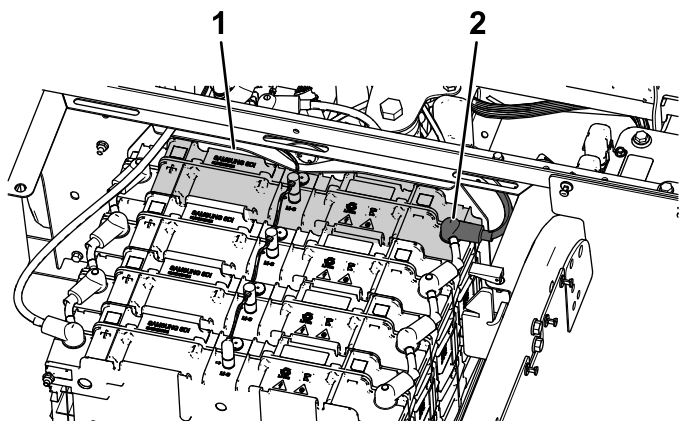

Figura 42
1. Rimuovete la guaina protettiva del morsetto negativo (-) della batteria dal pacco batterie anteriore (Figura 42).